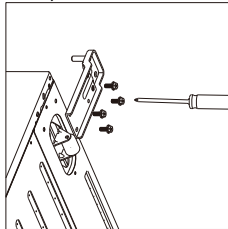

Рисунок 27
5. Отвинтите нижние петли (рис. 27).